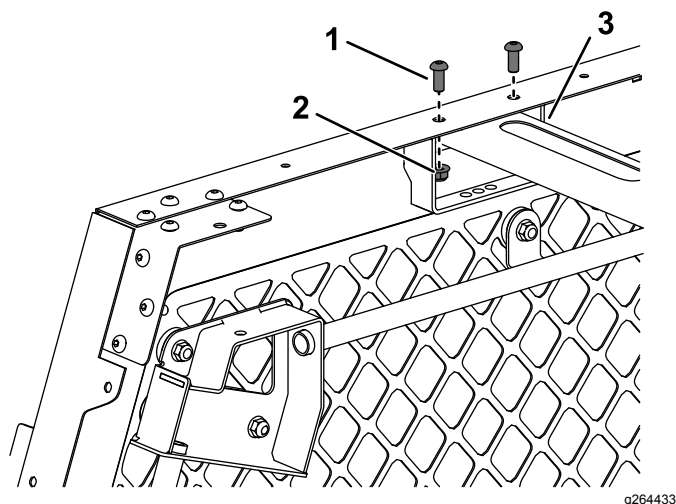

図 13
1. ポートマウントの各サイドを取り付けるボタンヘッドねじ5/16 x 3/4"2本とフランジナット5/16"2個を使用する図 13を参照。